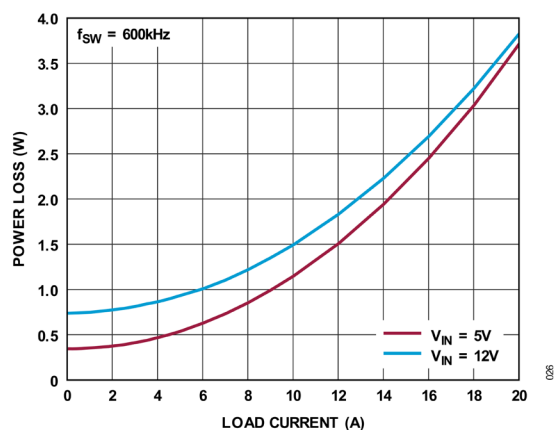
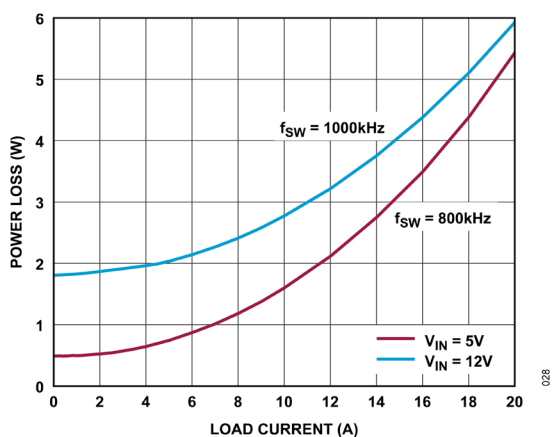
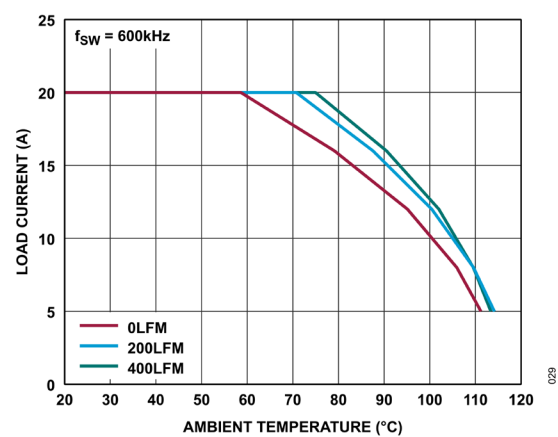
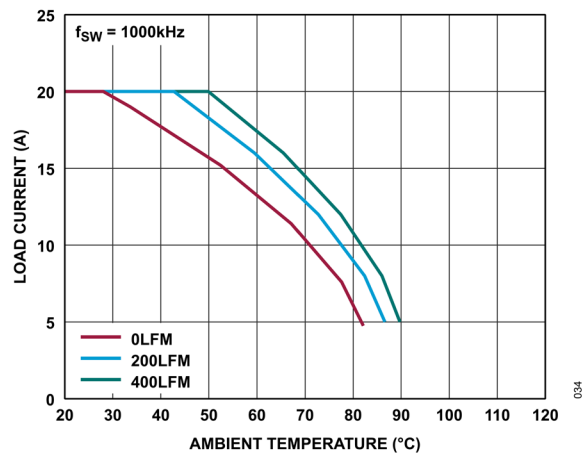

図 26. 1V 出力での電力損失
図 28. 3.3V 出力での電力損失
図 29. 5V 入力、1V 出力でのディレーティング曲線 (ヒート・シンクなし)
図 34. 12V 入力、3.3V 出力でのディレーティング曲線
多くの設計者は、実験装置および評価 (デモ) 用ボードなどのテスト媒体を使用し、自身のアプリケーションにおける  $\mu$ Module レギュレータの熱性能を様々な電気的および環境的な動作条件で予測して、FEA 結果を補完することがあります。FEA ソフトウェアを使用しない場合、ピン配置およびピン機能の説明のセクションに記載されている熱抵抗は、それ自体では、熱性能のガイダンスの提供には関係ありません。むしろ、ディレーティング曲線 (図 29~図 34) が、ユーザのアプリケーションに関する洞察とガイダンスが得られるような方法で使用でき、これを適宜変更して熱性能とユーザのアプリケーションを関連付けることができます。
LTM4640 内部には電力を消費する電力デバイスやコンポーネントが複数存在し、したがってコンポーネントやダイの様々な接合部での熱抵抗はパッケージ全体の電力損失とは完全には正比例しないことに留意してください。この複雑な問題を、モデリングの簡潔性を犠牲にすることなく、同時に現実的な実用性を無視することなく解決するために、このデータシートに記載されている熱抵抗値は、実験室での恒温槽を使ったテストと FEA ソフトウェア・モデリングを併用する方法を採用して合理的に定義し、関連付けを行っています。(1) 最初に、FEA ソフトウェアが、適切な材料係数と正確な電力損失源定義と共に、LTM4640 と指定の PCB の正確な機械的形狀モデルを作成します。(2) このモデルが、JESD5112 に適合するソフトウェア定義の JEDEC 環境をシミュレーションして、様々な接合面における電力損失による熱の流れと温度値を予測します。これで、JEDEC 定義の熱抵抗値を計算することができます。(3) このモデルと FEA ソフトウェアが、ヒート・シンクと空気流がある場合の LTM4640 の熱性能を評価します。(4) これらの熱抵抗値を計算して分析し、ソフトウェア・モデルで様々な動作条件によるシミュレーションを行った上で、徹底した実験室評価を実施してシミュレーションで得た状態を再現します。具体的には恒温槽を使い、シミュレーションと同じ電力損失でデバイスを動作させながら、熱電対を使用して温度を測定します。このプロセスと適切な評価により、図 29～図 34 に示す一連のディレーティング曲線が得られます。このような実験室でのテストを実施し、LTM4640 との関連付けを行った後、 $\theta_{JB}$  と  $\theta_{BA}$  を合計すると、 $\theta_{JA}$  にほぼ等しい値が求められます。これは、空気流や上部に実装されたヒート・シンクがない状態では、電力損失のほぼ 100%が、ジャンクションから基板を抜けて周囲環境に流れることによるものです。
図 26～図 28 に示す 1V、1.5V、3.3V の電力損失曲線を、図 29～図 34 の負荷電流ディレーティング曲線を組み合わせて使用すると、様々な空気流条件下における LTM4640 の熱抵抗  $\theta_{JA}$  の概算値を求めることができます。電力損失曲線は室温で得られたものであり、周囲温度に応じて乗算的に増加します。この近似係数はジャンクション温度が 120°C のときに 1.2 です。ジャンクション温度が 120°C (125°C の最大ジャンクション温度から 5°C の安全領域を見込んだ値) 未満であれば、周囲温度が増加している間も最大負荷電流は実現可能です。ジャンクション温度が 120°C となるような周囲温度に達した場合、周囲温度が 120°C まで増加する間、負荷電流は 120°C のジャンクション温度を維持するよう低下します。ディレーティング曲線は、電流値 20A で周囲温度 30°C からの出力電流についてプロットされています。出力電圧は 1V、1.5V、3.3V です。これらは熱抵抗との相関を検証するため、低めの出力電圧範囲と高めの出力電圧範囲を含めるよう選択されています。熱モデルは、恒温槽におけるいくつかの温度測定と熱モデリング解析から導出されます。ジャンクション温度は、空気流がある場合とない場合について周囲温度を上げながらモニタします。ディレーティング曲線には、周囲温度の変化に伴う電力損失の増加が加味されます。周囲温度が上昇すると、出力電流または出力電力を減少させて、ジャンクション温度を最大 120°C に維持します。